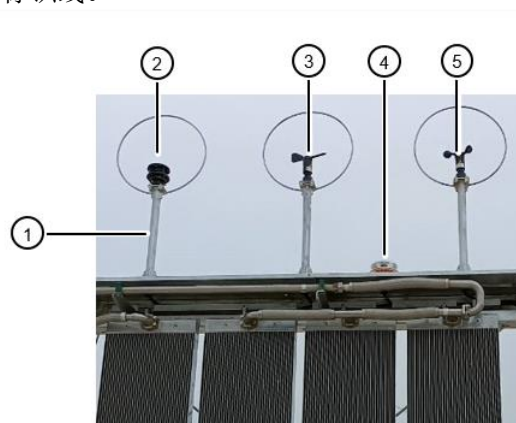

图 12-19 气象件安装位置
1. 用 12 个 M12×35 螺栓，12 个 M12 螺母，24 个 12 垫圈将 3 个气象架安装到上横梁焊接上，见图 12-19 所示，力矩值 $65\pm 3\text{N}\cdot\text{m}$ ，并画防松标识线。
2. 用 12 个 M8×25 螺栓，12 个 M8 螺母，24 个 8 垫圈将 3 个底座安装到气象架上，确保底座上“|”平行于机舱轴线，见图 12-19 所示，力矩值 $25\pm 1\text{N}\cdot\text{m}$ ，并画防松标识线。